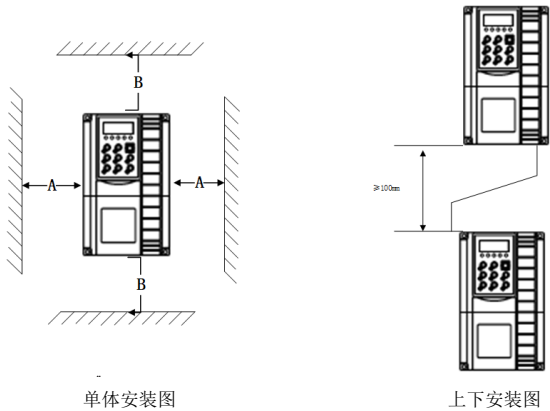

图 3-1 安装示意图
- 1) 请垂直安装变频器，便于热量向上散发。但不能倒置。若柜内有较多变频器时，最好是并排安装。在需要上下安装场合，请参考图 3-1 的示意，安装隔热导流板。
- 2) 安装空间遵照图 3-1 所示，保证变频器的散热空间。但布置时请考虑柜内其它器件的散热情况。